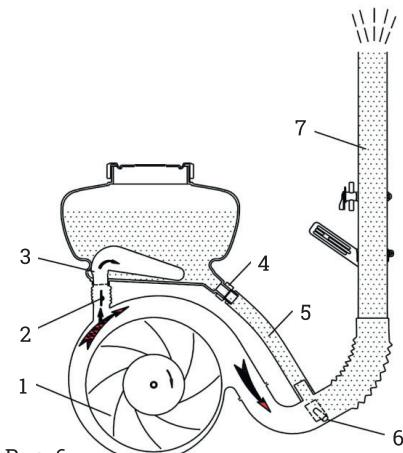

Рис. 6
Как показано на рис. 6, рабочее колесо (1) приводится во вращение валом бензинового двигателя. Большая часть воздушного потока поступает в штангу (7), а небольшая часть поступает в трубу подачи порошка (3) через воздушную